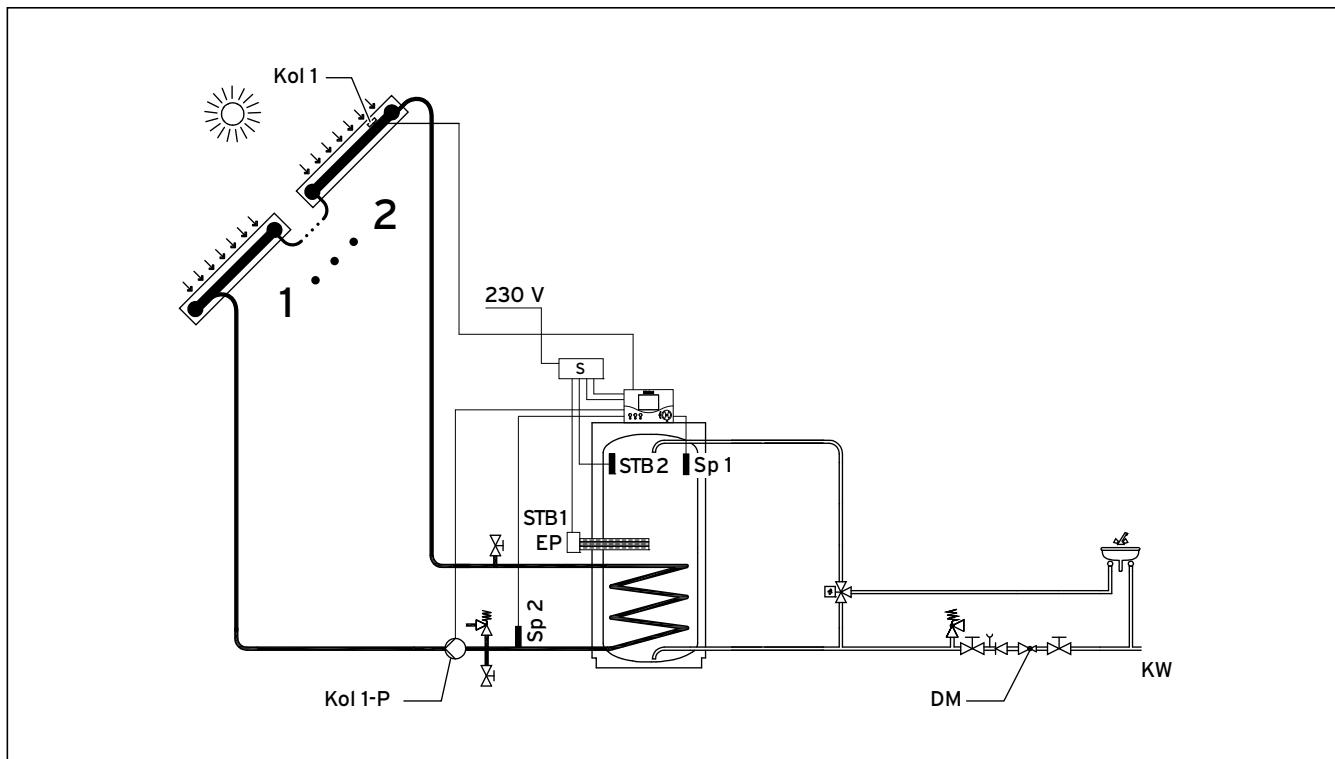

Abb. 5.8 Hydraulikplan 2
**Legende zu Abb. 5.8 und 5.9**